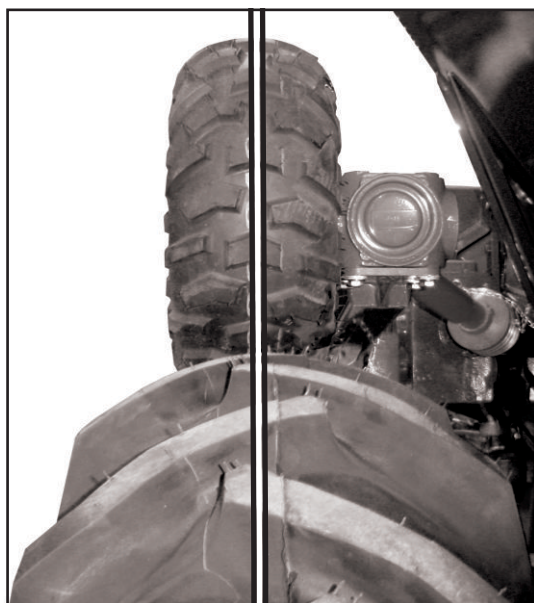

Figura 28
- Sempre manter o pneu de acionamento da esteira (pneu 18 x 8.5-8 ATV MAX), centralizado com o pneu da máquina, como mostra a figura 28.